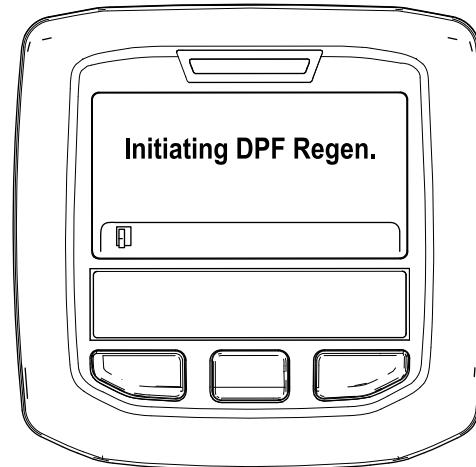

Figura 35
- Viene visualizzato il messaggio "Inizializzare Rigen. FAP" (Figura 35).